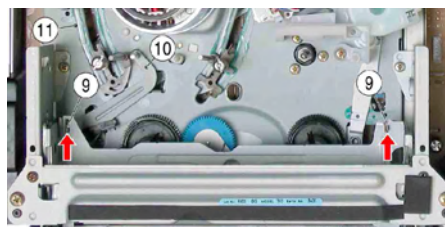

Fig. 4
- 2 Hebel ⑨ (Fig. 4) und Cassettenschacht nach innen schieben.